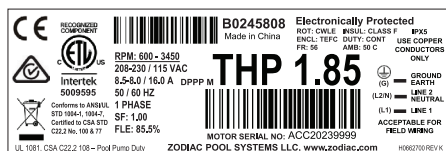

Figure 11. Étiquette de valeur nominale du moteur
1. Se reporter à l'étiquette de valeur nominale du moteur pour connaître le numéro de série du moteur (*Figure 11*).